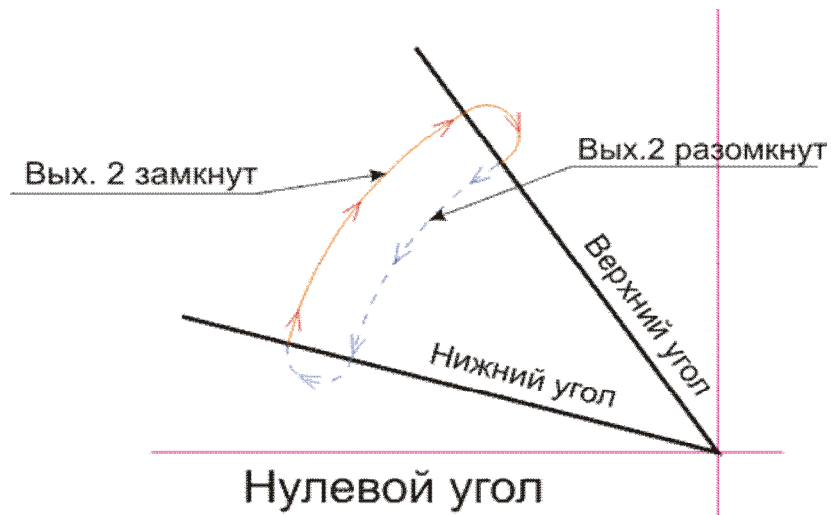

Рис.6 Переключение сухих контактов в аналоговом режиме (Выход 2)
- **Установить** – устанавливает значение, введённое в окна “НИЗ” и “ВЕРХ”, как нижнюю и верхнюю границу угла сработки датчика, соответственно (см. Рис.6 и Рис.7).
Обратив внимание на Рис.6 и Рис.7, можно легко понять назначения верхней и нижней границы угла сработки датчика.
У любого подъёмного механизма есть некоторый угол, в диапазоне которого осуществляется его рабочий цикл (подъём-опускание). Цикл считается завершённым, если подъёмный механизм последовательно пересёк границы “нижний угол → верхний угол → нижний угол”. В зависимости от того, прошёл ли полный цикл или нет, зависит переключение выхода датчика (Рис.6, Рис.7).